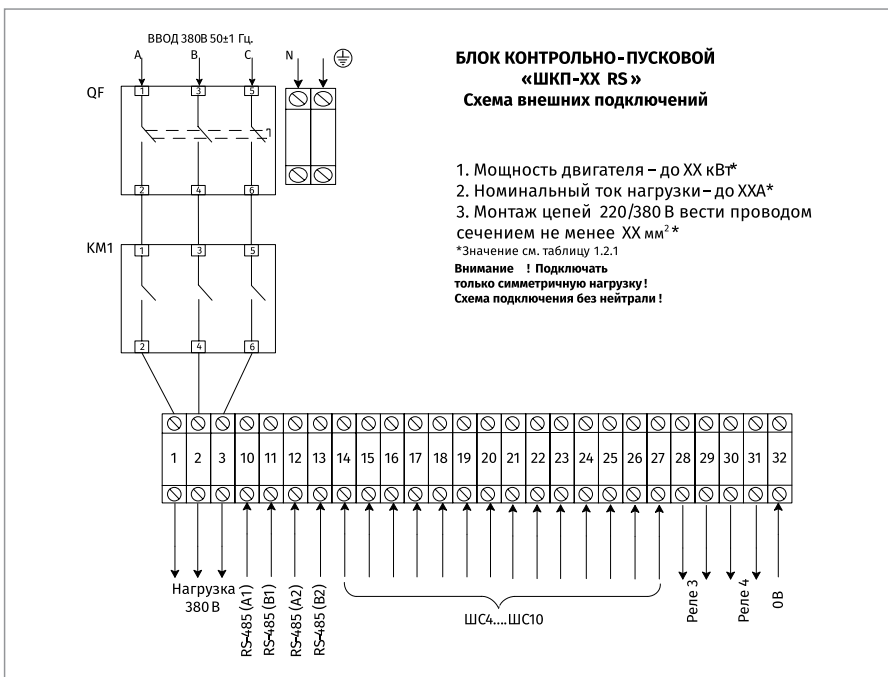

Рисунок 8. Схема подключения блоков ШКП-XXRS при 380 В
2. Подключение соединительных линий выполняйте в соответствии с проектной документацией и схемой на Рисунок 8.